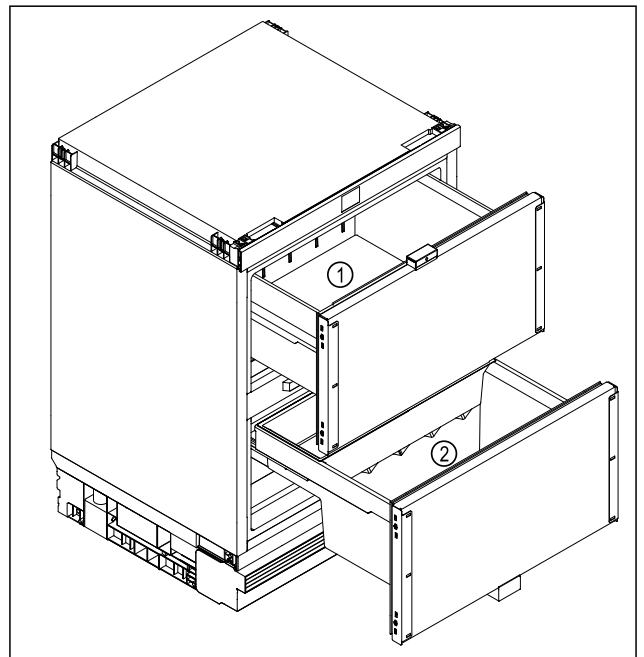

Fig. 7 Beispielhafte Darstellung
- Oberer Auszugswagen *Fig. 7 (1)*: Leicht verderbliche Lebensmittel wie fertige Speisen, Fisch, Fleisch- und Wurstwaren, verpacktes Obst und Gemüse lagern.
- Unterer Auszugswagen *Fig. 7 (2)*: Kälteempfindliche Lebensmittel wie Kartoffeln, Zwiebeln oder Südfrüchte lagern. Lebensmittel oder Getränke lagern, die beim Verzehr nicht zu kalt sein sollen.